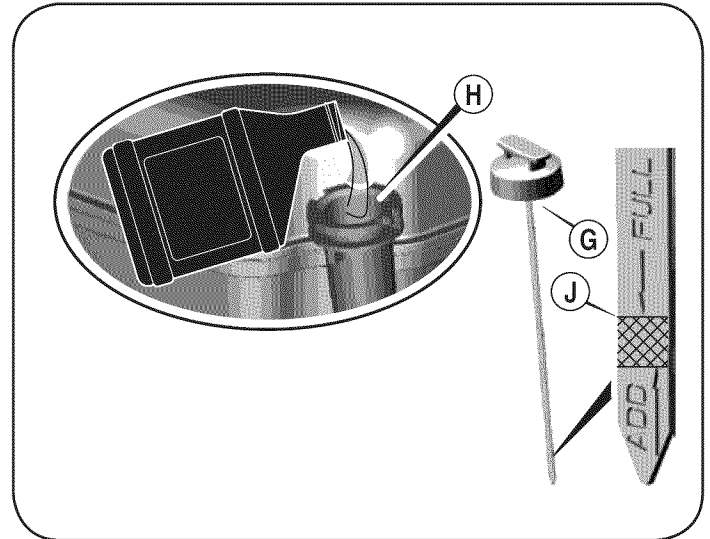

Figura 8
1. Saque la varilla del nivel de aceite (G). Vea la Figura 8.
2. Con la cortadora de césped ubicada en suelo nivelado, vierta el aceite lentamente por dentro del tubo de llenado de aceite del motor (H).
3. Coloque y ajuste la varilla indicadora. Luego quítela para revisar el nivel de aceite. Vea la Figura 8.